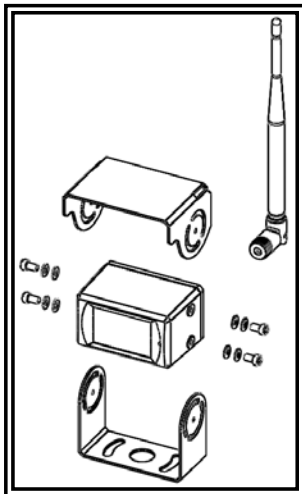

Figure 1
3. Installez la caméra et le pare-soleil sur le support en U comme illustré à la Figure 1.